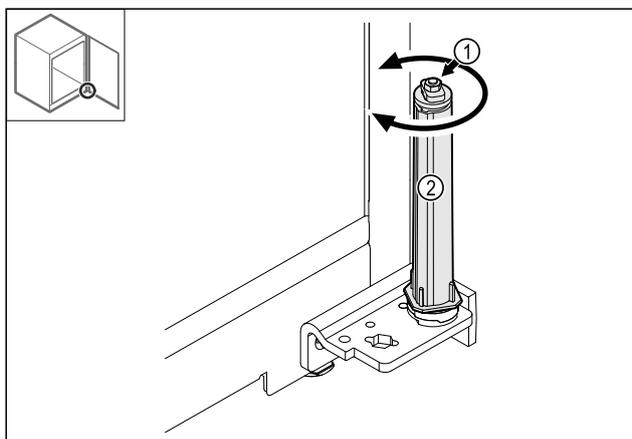

Fig. 36
- ▶ No desmontar la unión atornillada Fig. 36 (1) del sistema de cierre.
- ▶ Girar el sistema de cierre Fig. 36 (2) hasta que haga clic.